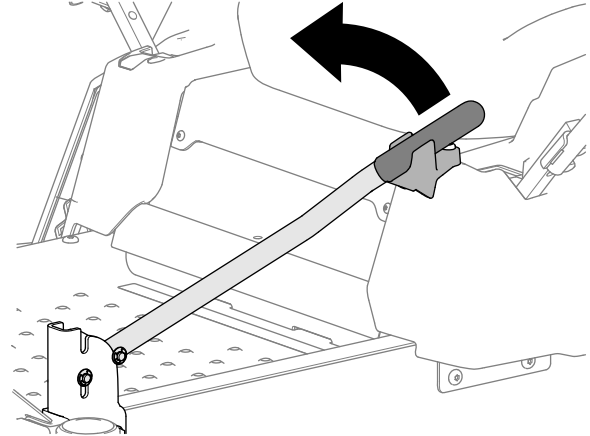

Figura 8
1. Levante el asidero como se muestra en la Figura 8.